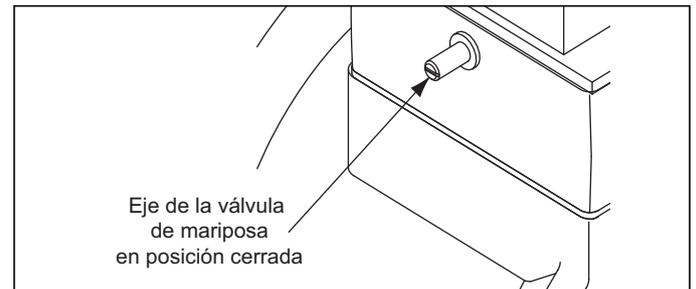

Figura 4.5. Eje de la válvula de mariposa de aire
- b. Hay una ranura al final del eje de la válvula de mariposa que mantiene una posición paralela al regulador de aire. Esta ranura se utiliza como una indicación visual de la posición de la válvula de mariposa. La válvula de mariposa está cerrada cuando la ranura del eje está perpendicular a la dirección del flujo de aire a través de la válvula de mariposa. Véase la figura 4.5.